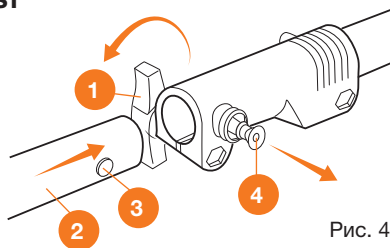

Рис. 4
Добавьте небольшое количество консистентной смазки на вал нижней штанги ②. Ослабьте крепление винта ①, потяните по стрелке стопорный стержень ④ и вставьте нижнюю штангу ③ до щелчка фиксации стержня ④ в отверстие ③. Затяните крепление винтом ① (Рис. 4).